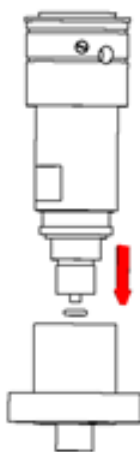

图 1
- 2) 取出整套活塞模块，直接安装在测量底座上即可（见图 1）；